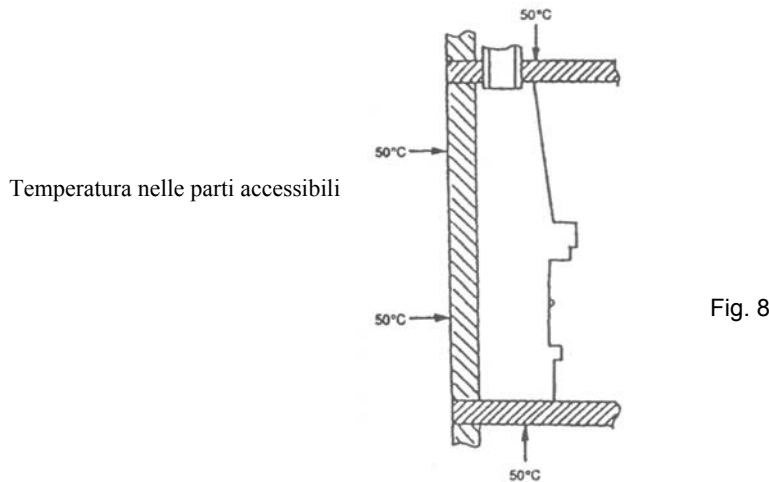

Fig. 8
**NOTA°:** Una volta concluso il montaggio del camino, la temperatura superficiale delle pareti dei locali su cui è stato addossato l'impianto non deve superare, nelle parti accessibili, 50° C (fig. 8).